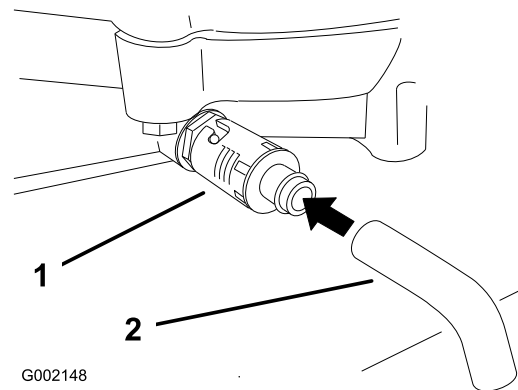

Figure 32
5. Placez un bac sous la vidange. Tournez le robinet de vidange d'huile pour permettre à l'huile de s'écouler (Figure 32).